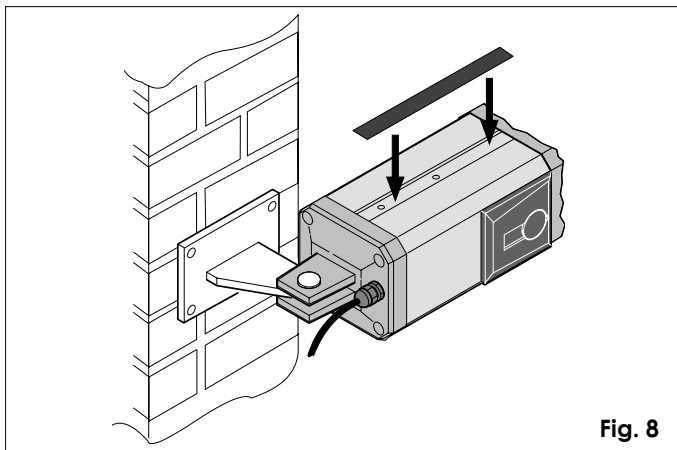

Fig. 8
- 13) Apliquen la etiqueta metálica en la ranura ubicada en la parte superior del motor para cerrar los orificios presentes, tal y como se muestra en la fig. 8. No cierren los orificios situados en la parte inferior.